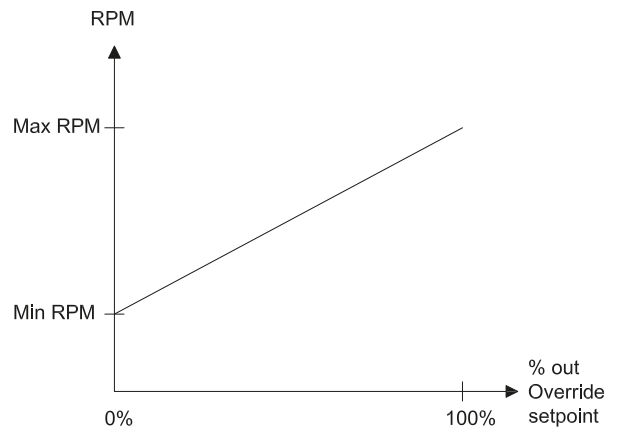
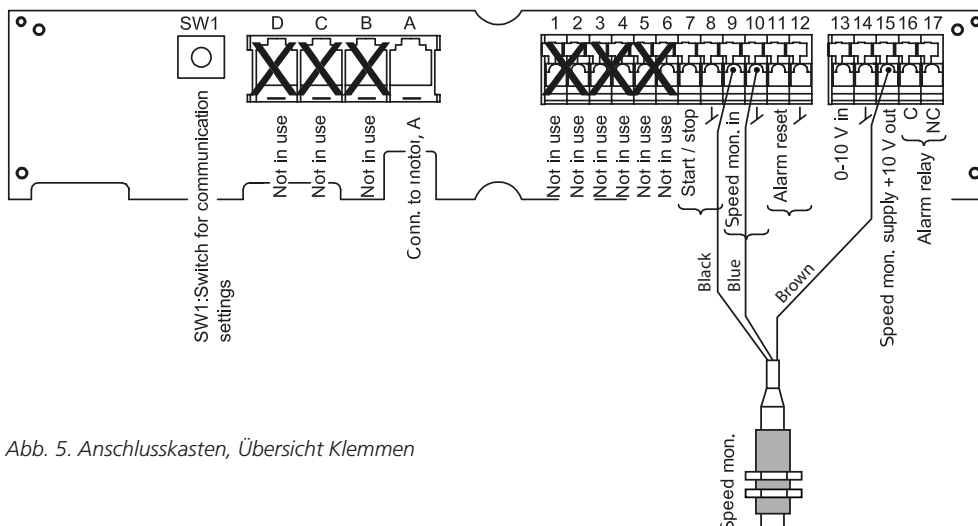

Abb. 3. Verhältnis zwischen Geschwindigkeit und min./max. Drehzahl-einstellung
Abb. 5. Anschlusskasten, Übersicht Klemmen
Die Wärmetauschersteuerung regelt die Geschwindigkeit linear zwischen 0 % und 100 %, wobei sie zwischen der niedrigsten und der höchsten eingestellten Drehzahl begrenzt ist (siehe Abb. 3). Eine Geschwindigkeit von 100 % wird durch eine Eingangsspannung von 9,5 V an „0–10 V ein“ (Klemme 13) festgelegt (100 % bei 9,5 V, +/- 2 %).
- Das 0–10-V-DC-Steuersignal von einem externen Regler im Anschlusskasten an die Klemmen 13 (0–10 V ein) und 14 (↘) anschließen (siehe Abb. 5). Die Wärmetauschersteuerung regelt die Geschwindigkeit linear zur Spannung zwischen 0 % und 100 % (100 % bei 9,5 V +/- 2 %), jedoch entsprechend der eingestellten Zeiten für die ansteigende und die abfallende Rampe und begrenzt auf den Regelbereich zwischen der niedrigsten und der höchsten Drehzahl (siehe Abb. 3 und 4). Die Funktion „Steuerung mit 0–10 V DC“ wird in Abschnitt 3 beschrieben. Funktion.
- Das Start- und Stoppsignal wird im Anschlusskasten an die Klemmen 7 (Start/Stop) und 8 (↘) angeschlossen (siehe Abb. 5). Dabei muss es sich um einen potenzialfreien digitalen Kontakt handeln. Die „Start-/Stopp“-Funktion wird in Abschnitt 3 beschrieben. Funktion.
- Das Alarmreset-Signal wird im Anschlusskasten der Wärmetauschersteuerung an die Klemmen 11 (Alarmreset) und 12 (↘) angeschlossen (siehe Abb. 5). Dabei muss es sich um einen potenzialfreien digitalen Kontakt handeln. Die Funktion „Alarmreset“ wird in Abschnitt 3 beschrieben. Funktion.
- Die Wärmetauschersteuerung ist mit einem Alarmrelaisausgang mit schließender Funktion bei einer Störung oder einem Alarm ausgestattet. Das Alarmsignal ist mit „Alarmrelais“ gekennzeichnet und wird im Anschlusskasten an die Klemmen 16 (C) und 17 (↘) angeschlossen (siehe Abb. 5). Dabei muss es sich um einen potenzialfreien digitalen Kontakt handeln. Die Funktion „Alarmrelais“ wird in Abschnitt 3 beschrieben. Funktion.
Betriebssignal fehlt	Die mit ⚡ (GND) und „Start/Stop“ gekennzeichneten Klemmen 7 und 8 im Anschlusskasten der Wärmetauschersteuerung kurzschließen (Abb. 5).
0–10-V-DC-Steuersignal fehlt.	Überprüfen, dass das 0-10-V-DC-Steuersignal im Anschlusskasten der Wärmetauschersteuerung korrekt an die mit ⚡ (GND) und „0–10 V ein“ gekennzeichneten Klemmen 13 und 14 angeschlossen ist (Abb. 5).
Der Motor wurde vom internen Motorschutz aufgrund einer Überlastung oder eines anderen Alarms 3 Mal gestoppt.	Den Alarm resettet, indem die mit ⚡ (GND) und „Alarmreset“ gekennzeichneten Klemmen 11 und 12 im Anschlusskasten der Wärmetauschersteuerung kurzgeschlossen werden (Abb. 5). Der Alarm kann auch resettet werden, indem die Spannungsversorgung für die Wärmetauschersteuerung abgeschaltet und nach ca. 60 Sekunden wieder eingeschaltet wird.